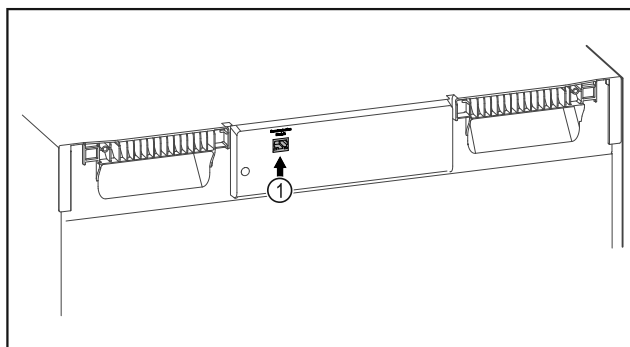

Fig. 115
- ☐ SmartModule Fig. 115 (1) ist eingesetzt.